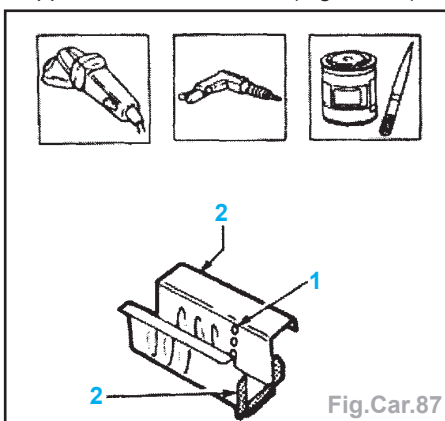

Fig.Car.87
- Effectuer des trous (1) et appliquer un apprêt électro-soudable (Fig.Car.87).